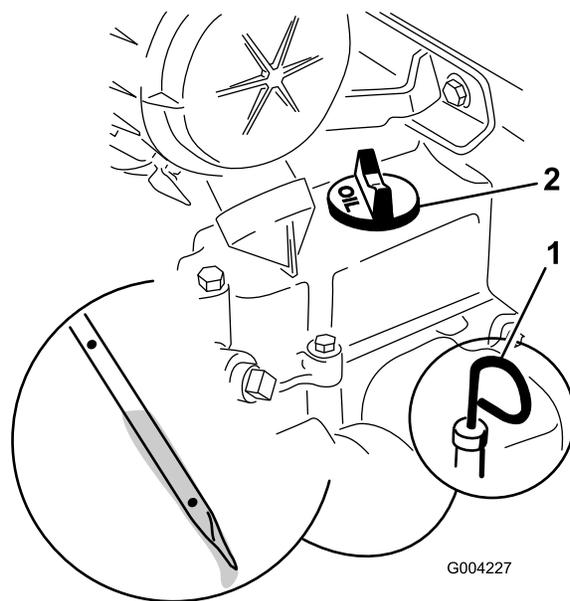

図 15
3. オイルの量が不足している場合は、補給口のキャップ (図 15) を取り、ディップスティックの FULL マークまで補給する。